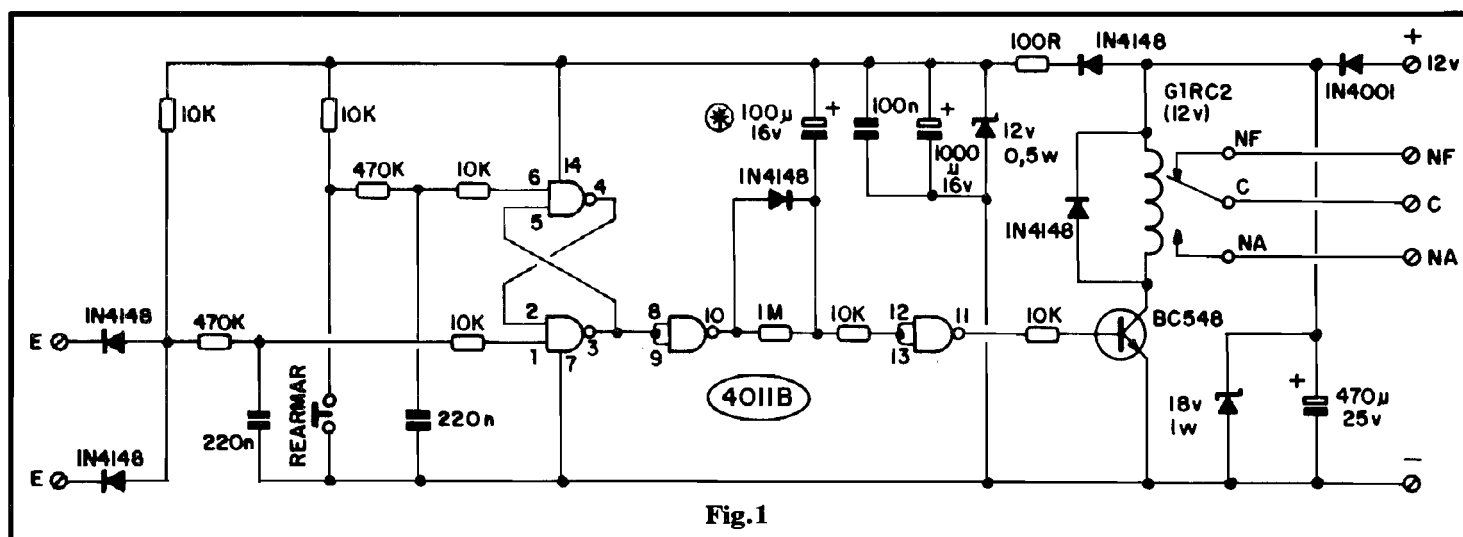

Fig.1
- FIG. 1 - O CIRCUITO - Na fig. 1 temos o diagrama do circuito, totalmente centrado num Integrado Digital da "família" C.MOS, tipo 4011B. O primeiro bloco, formado pelos **gates** do dito Integrado delimitados pelos pinos 4-5-6 e 1-2-3, constitui uma simples célula de memória (BIESTÁVEL), que pode ser desativado por uma breve pressão no **push-button** de REARMAR, ou "ativado" por uma "negativação" (ainda que momentânea, causada por um brevíssimo "abre-fecha" de qualquer das portas do veículo...) de qualquer das Entradas "E"... Observem que além das pré-polarizações em nível digital "alto", proporcionadas pelos dois resistores de 10K à linha do positivo da alimentação, cada uma das entradas do BIESTÁVEL (respectivamente pinos 6 e 1 do 4011B...) é protegida contra transientes, interferências e "falsos comandos" por uma rede RC em "T", formada por resistores de 470K e 10K, mais um capacitor de 220n "aterando" o "nó" dos citados resistores. Essas redes exercem importante papel no circuito, evitando que ruídos elétricos presentes na cabagem do veículo possam gerar